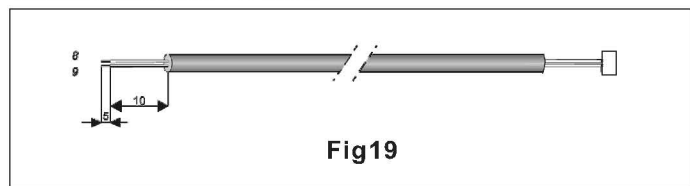

Fig.19
5.Prepare el extremo del cable doble para conexión de acuerdo a lo mostrado en la fig.19.
6.Desconecte la resistencia (5) del cable doble de la unidad interior (3) y conecte el conector de cable doble (6) en su lugar.